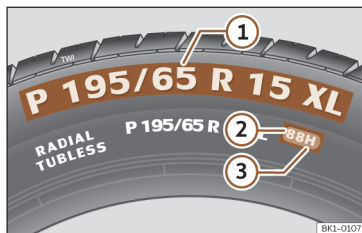

Fig. 60 Sistema internacional de inscrição de pneus. ① Dimensões. ② Índice de carga. ③ Código de velocidade.
O índice de carga >>> **Fig. 60 ②** indica os quilos de carga máxima que um único pneu pode suportar (**capacidade de carga**).
O código de velocidade >>> **Fig. 60 ③** indica a velocidade máxima à qual se pode circular com esse pneu.